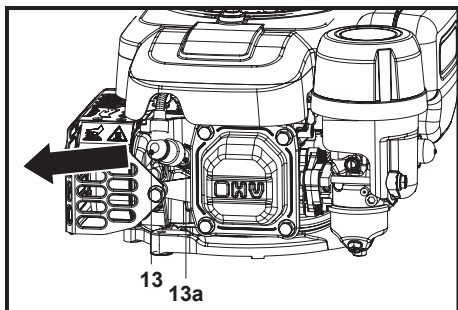

Fig. 20
1. Débrancher le connecteur de bougie d'allumage (13) (Fig. 20).